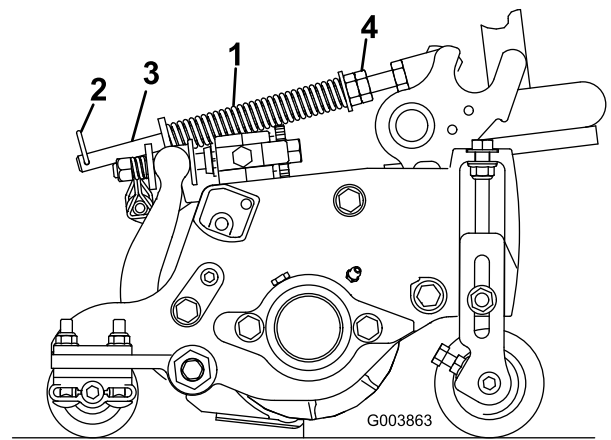

図 13
2. スプリング・ロッド前部についている六角ナットを締めてスプリングを縮め、スプリングの長さを、リールマスター 5210 と 5410 の 5 インチ・カッティングユニットでは 12.7 cm、5510 と 5610 の 7 インチ・カッティングユニットでは 15.9 cm に調整する (図 13)。
ターフ補正スプリング (図 13) は、前ローラから後ローラへと、カッティングユニットの体重移動を行います。(これによりユニットを安定させ、いわゆる「波打ったような」仕上がり (ポッピングとかマーセリングといわれる現象) を防いでいます。
1. ヘアピン・コッターがスプリング・ロッドの後の穴に差し込まれていることを必ず確認しておいてください (図 13)。